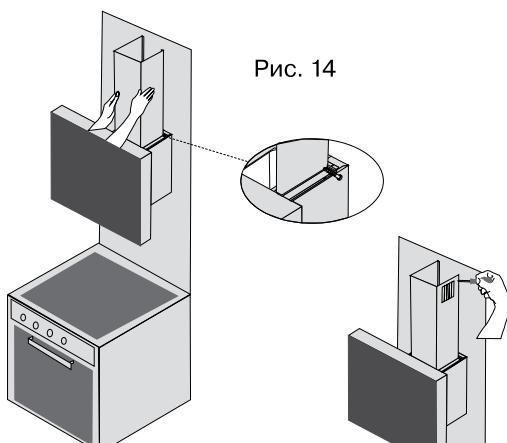

Рис. 14
10. Поместите внутренний декоративный короб в наружный. Установите наружный короб на корпус вытяжки и закрепите его винтами (рис. 14).